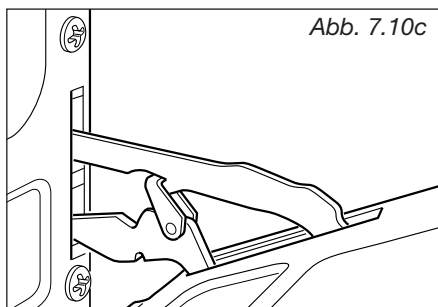

Abb. 7.10c
3. Ofentür anheben. Die Kerbe des unteren Scharnierteils löst sich aus der Raste (abb. 7.10c).